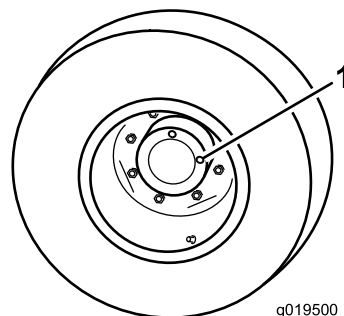

Figure 14
1. Amenez la machine sur une surface plane et horizontale, tournez la roue de sorte qu'un bouchon de contrôle (Figure 14) soit à la position 12 heures et l'autre à la position 3 heures.
1. Bouchon de contrôle/vidange (2)
2. Retirez le bouchon qui est à la position 3 heures (Figure 14). Le niveau d'huile doit atteindre le bas de l'orifice de contrôle.